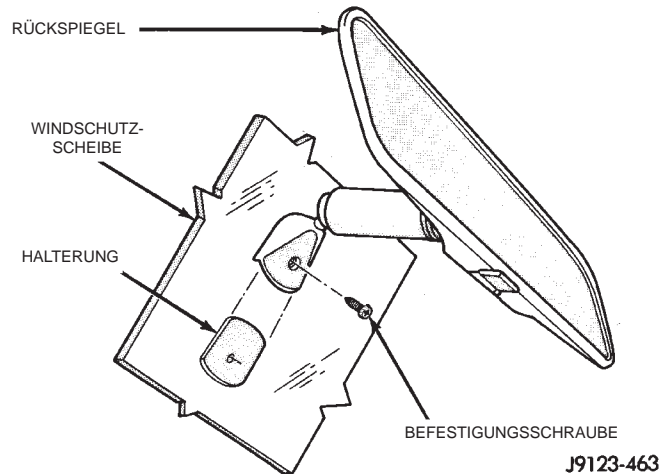

Abb. 55 Rückspiegel
- (1) Je nach Ausstattung, den Kabelbaum-Steckverbinder vom Rückspiegel abziehen.
- (2) Madenschraube an der Konsole des Rückspiegels lösen (Abb. 55).
- (3) Konsole des Rückspiegels nach oben von der Halterung herunterschieben.